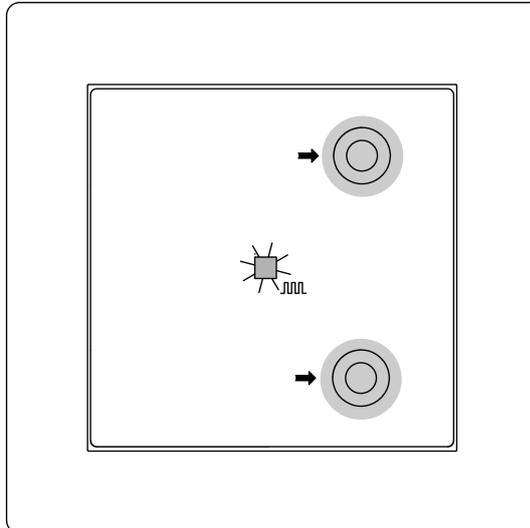
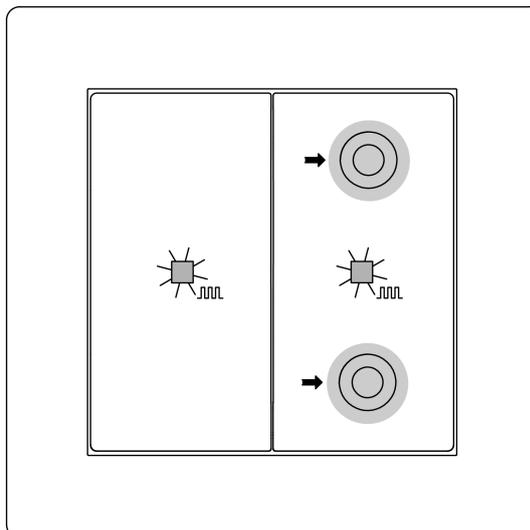

Bild 5: Programmiermodus aktivieren (1fach)
Bild 6: Programmiermodus aktivieren (2fach)
Physikalische Adresse und Applikationsprogramm programmieren 1fach (siehe Bild 5) und 2fach (siehe Bild 6)
- Programmiermodus aktivieren: Taste oben rechts und Taste unten rechts gleichzeitig drücken und für > 4 Sekunden halten (siehe Bild 5). Die Status-LED blinkt rot. Programmiermodus ist aktiviert.